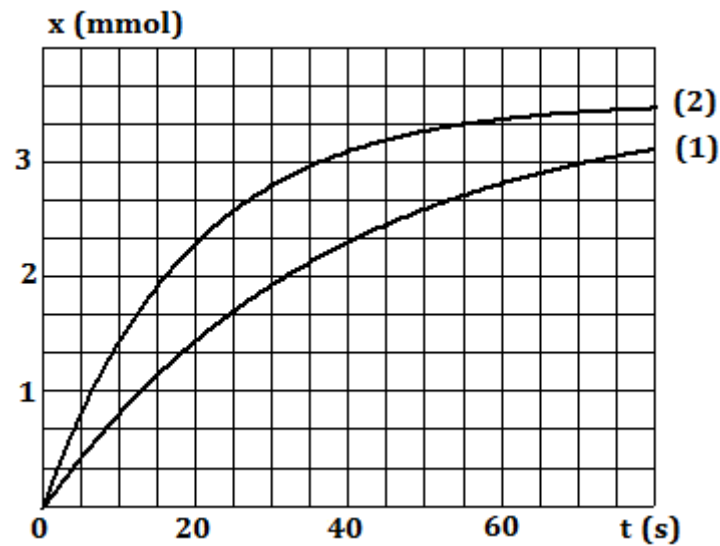

Figure.1 (Chimie : Exercice n°1)
- 3) La courbe (1) de la figure.1 de la page 6/6 (annexe), représente l'évolution temporelle de l'avancement de la réaction. Le volume V de l'enceinte étant constant, on définit la vitesse volumique de la réaction par : $V_v = \frac{1}{V} \frac{dx}{dt}$.
- 4) La courbe (2) de l'avancement est obtenue pour une température T_2 de valeur différente de celle de T_1 .